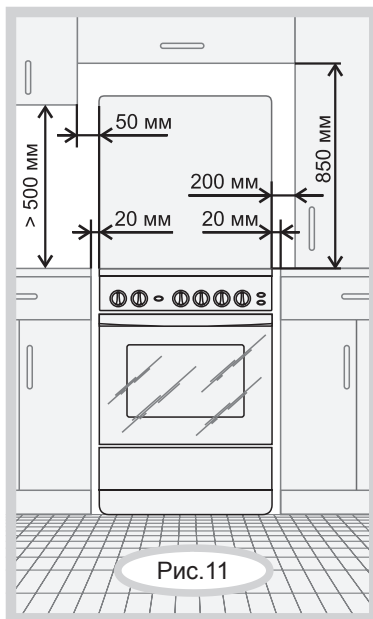

Рис.11
- Плита предназначена для установки на полу. Установка плиты на подставку не допускается. Расстояния, которые необходимо выдержать при установке плиты, показаны на рис.11.